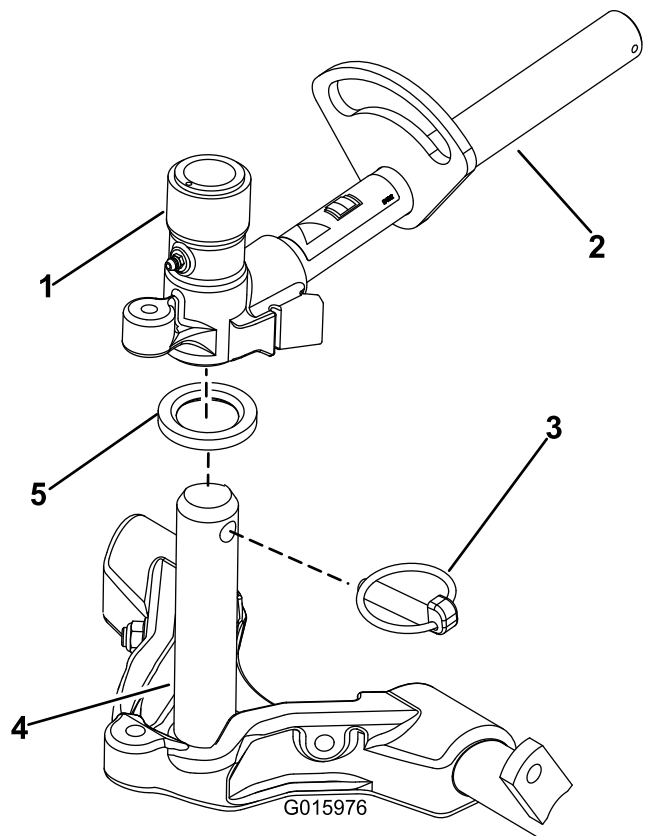

Bild 16
8. Schmieren Sie den Trägerrahmen mit sauberem Schmiermittel ein (Bild 16).
9. Vorderen Mähwerke: Schieben Sie ein Mähwerk unter den Hubarm und schieben Sie gleichzeitig den Trägerrahmenschaft in das Gelenkjoch des Hubarms (Bild 16). Stellen Sie sicher, dass die Druckscheibe auf der Trägerrahmenwelle ist.
10. Befestigen Sie die Trägerrahmenwelle mit dem Einraststift am Hubarmjoch (Bild 16).
- B. Setzen Sie das Hubarmjoch in den Trägerrahmenschaft ein (Bild 16).